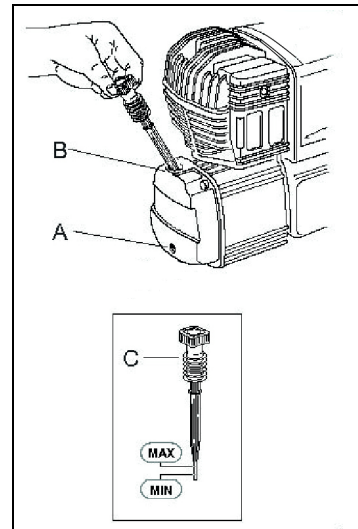

Abb. 7: Ölpegel kontrollieren und nachfüllen
Schritt 1: Ziehen Sie den Ölmesstab (C, Abb.7) heraus.
Schritt 3: Liegt der Ölpegel darunter, füllen Sie über den Einfüllstutzen (B, Abb. 7) Öl nach und stecken den Ölmesstab wieder in seine Öffnung zurück.
Schritt 1: Ziehen den Ölmesstab (C, Abb. 7) heraus.
Schritt 2: Halten Sie unter den Verschluss (A, Abb. 7) ein Ölauffangbehälter.
Schritt 3: Schrauben Sie den Verschluss (A, Abb. 7) auf und lassen das komplette Öl in den Ölauffangbehälter laufen.
Schritt 4: Danach schrauben Sie den Verschluss (A, Abb. 7) wieder ein.